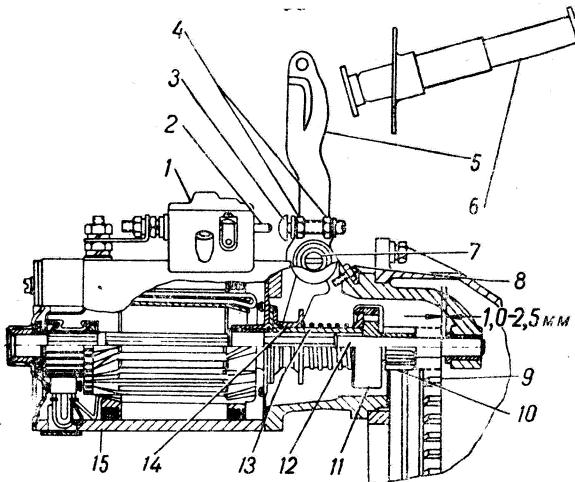

Рис. 51. Стартер и его привод.
**Стартер** четырехполюсный, четырехщеточный с серийным возбуждением. Включение стартера принудительное, механическое, через муфту свободного хода (рис. 51), которая предохраняет стартер